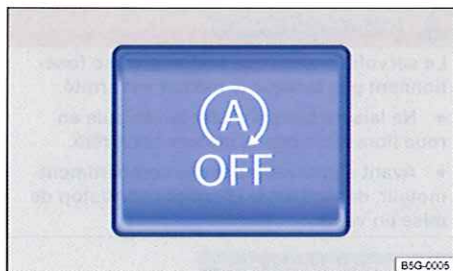

Fig. 158 Dans la partie inférieure de la console centrale : touche du dispositif start/stop de mise en veille.
- Appuyez sur la touche  dans la partie inférieure de la console centrale $\Rightarrow$ fig. 158 pour désactiver le système. Lorsque le dispositif start/stop de mise en veille est désactivé, le témoin de contrôle intégré à la touche s'allume.
- Appuyez de nouveau sur la touche  dans la partie inférieure de la console centrale $\Rightarrow$ fig. 158 pour réactiver le système.